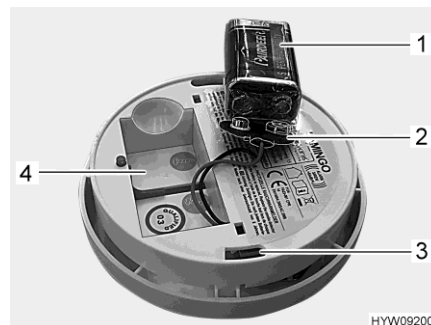

Fig. 119 Détecteur de fumées (face arrière)
- Enlever la pile et la détacher du clip de pile (Fig. 119,2).
- Brancher la nouvelle pile (Fig. 119,1) au clip de pile (Fig. 119,2). S'assurer que les pôles de la pile s'enclenchent sur le clip.
- Remplacer la pile dans son compartiment (Fig. 119,4).
- Placer le détecteur de fumées (Fig. 120,1) sur la fixation (Fig. 120,3). Les becs de retenue (Fig. 120,2) doivent avoir prise dans les orifices (Fig. 119,3) du détecteur de fumées.